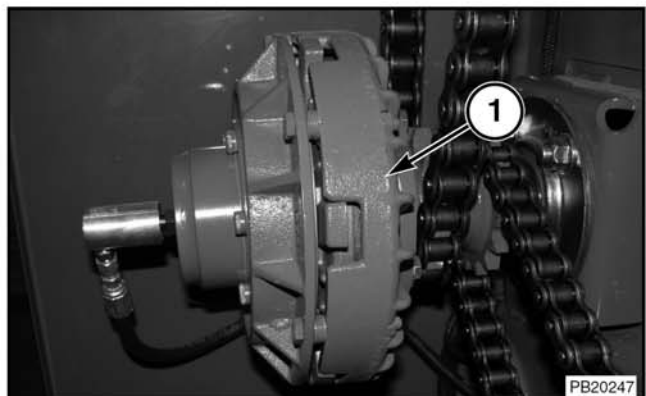

FIG. 12
Fig. 12: el embrague principal de mando (1) brinda protección contra la sobrecarga a todos los componentes mecánicos. Cuando el límite de torque es alcanzado, este embrague patina para detener la máquina.